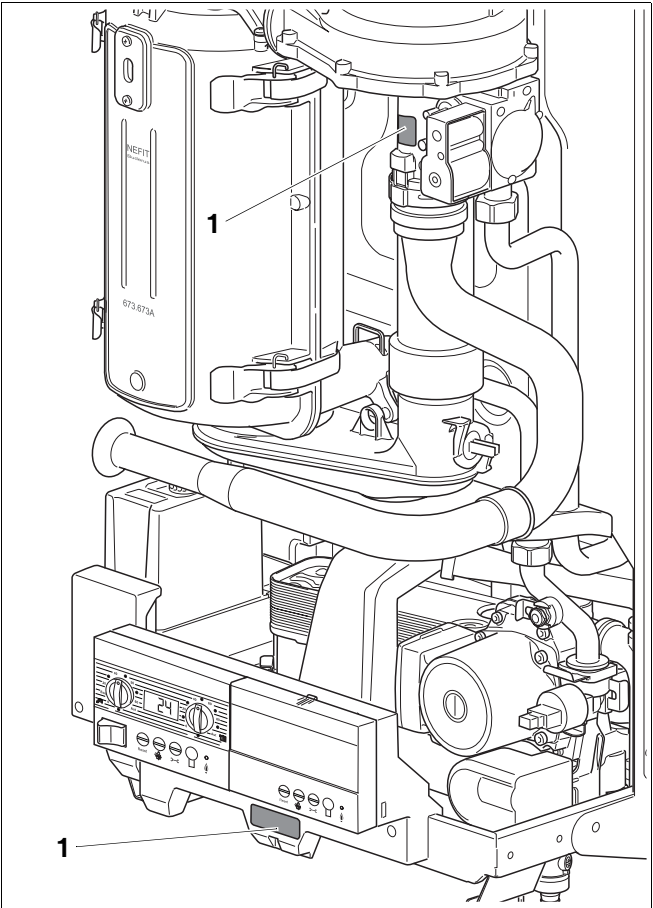

Abb. 56 Gasarten-Aufkleber
- Die zwei mitgelieferten Gasarten-Aufkleber (Abb. 56, **Pos. 1**) am Heizkessel anbringen.